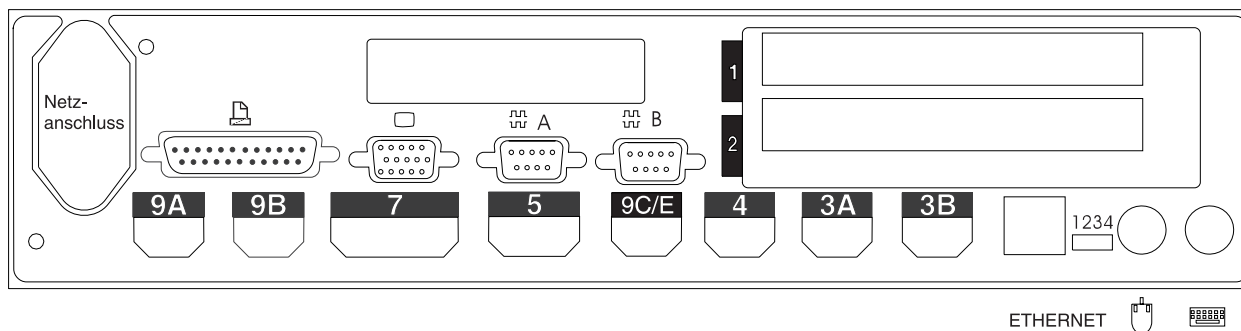

Abbildung 96. Rückseite der Datenkasse IBM 4694-2x4 oder IBM 4694-2x5
10. In Abb. 96 die Buchsen, an die die Kasseneinheiten angeschlossen werden sollen, durch ein X kennzeichnen.